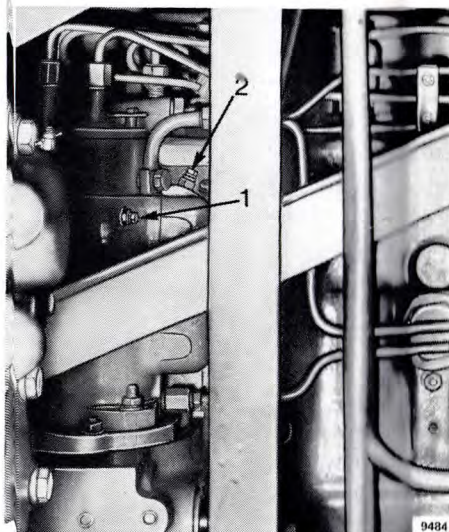

Fig. 5. Insprutningspump och 2 Luftningsskruvar.
6. Öppna nedre luftskruven på insprutningspumpen 1 fig. 5.